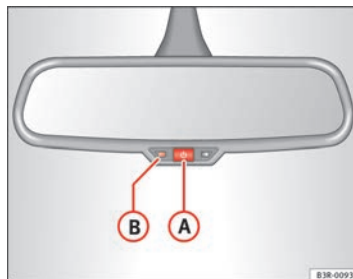

Fig. 104 Retrovisor interior con ajuste para posición antideslumbrante: Testigo de control e interruptor
- Pulse la tecla **A** ⇒ fig. 104. El testigo de control **B** se apaga.
- Pulse la tecla **A** ⇒ fig. 104. El testigo de control **B** se enciende.